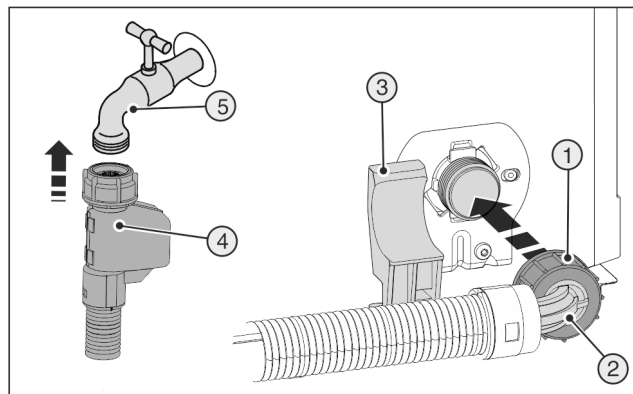

Fig. 22
- Collegare l'estremità dritta del tubo flessibile Fig. 22 (4) al rubinetto d'intercettazione Fig. 22 (5).